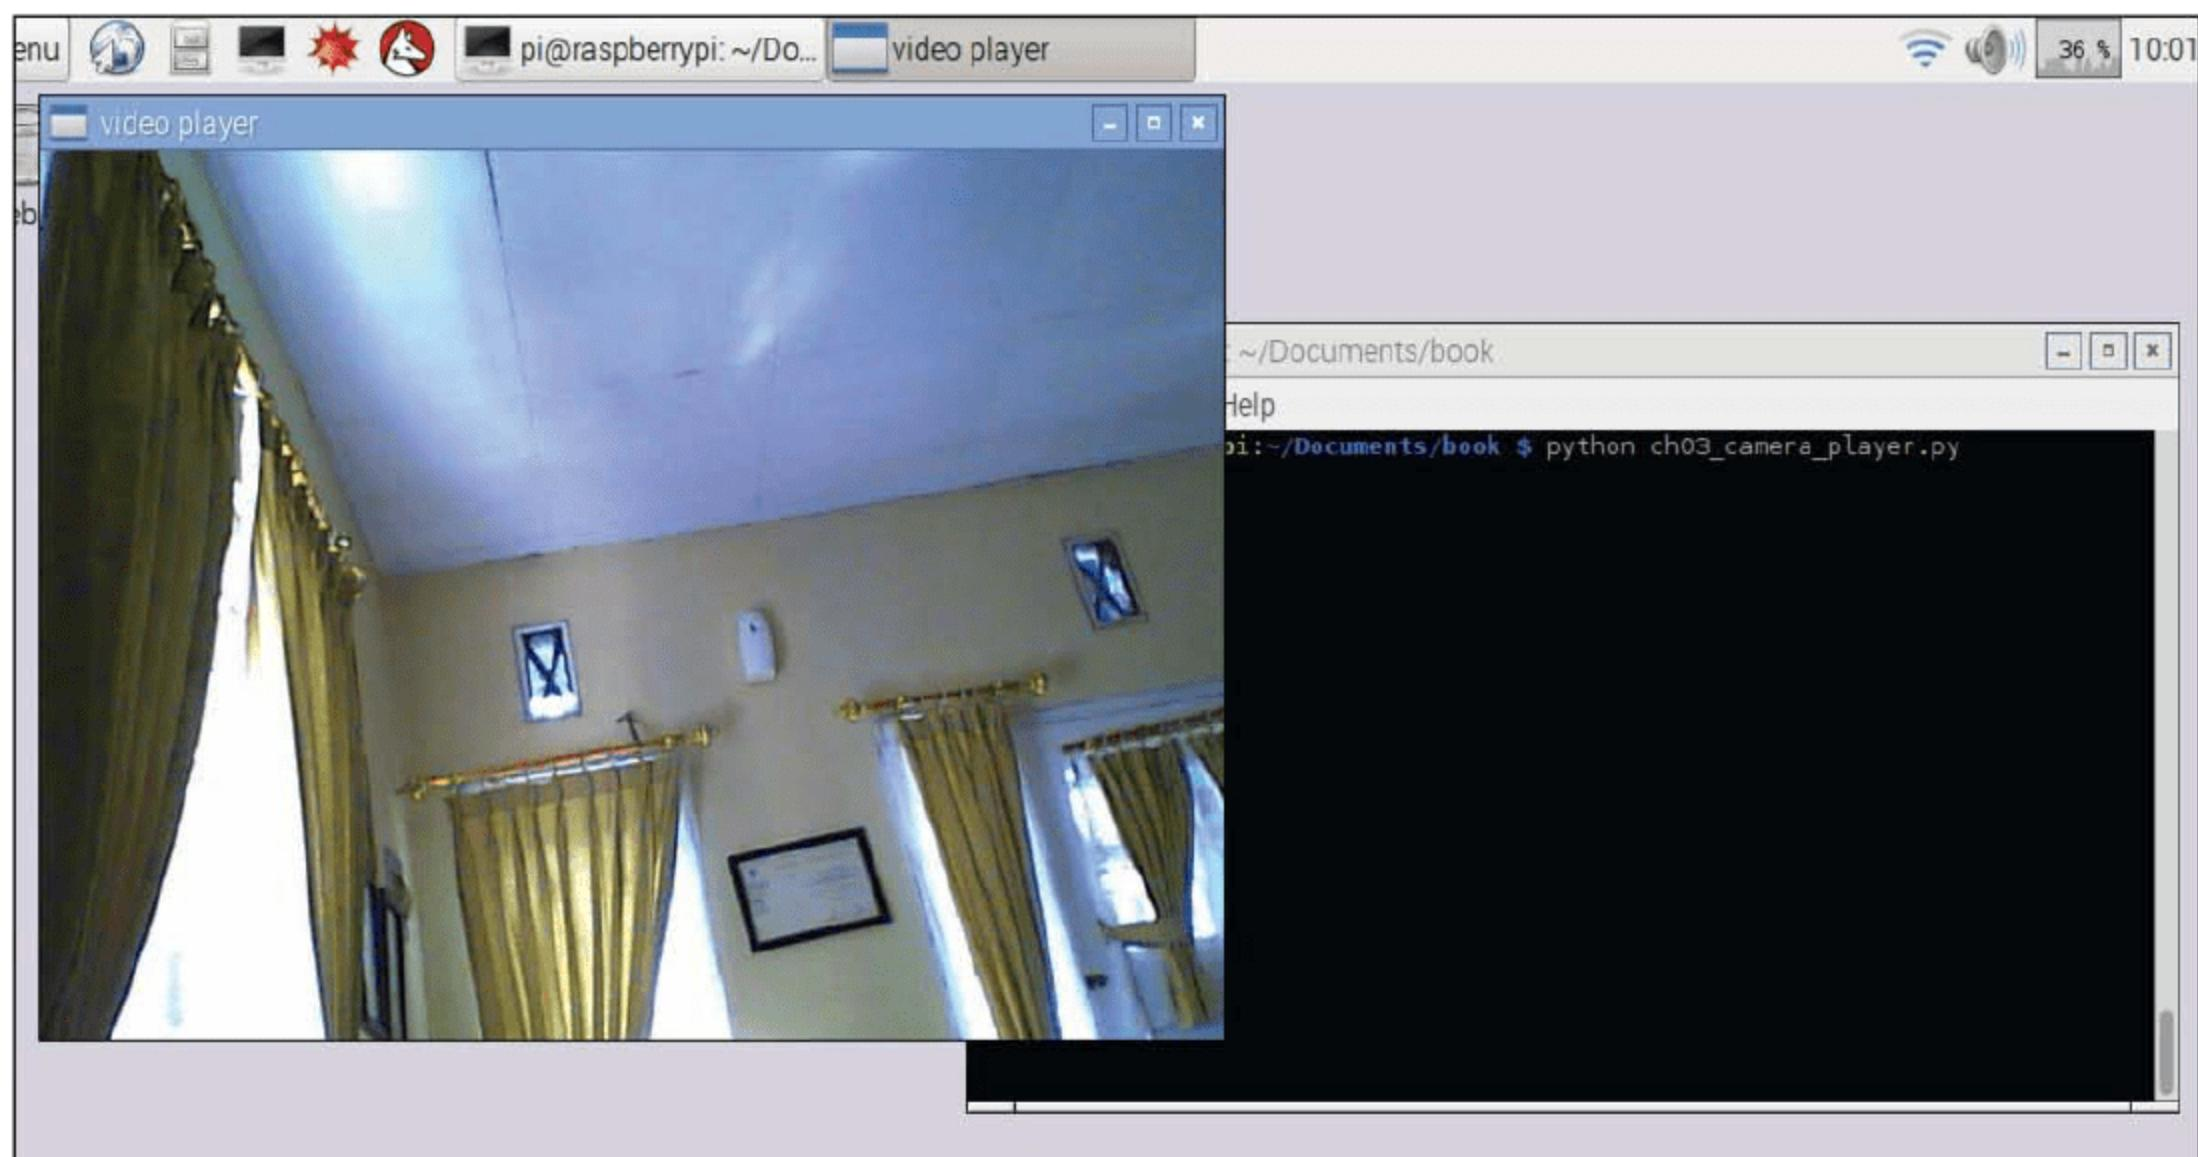

图 3-13
- (6) 成功后可以看到一个对话框展示来自摄像头的视频流。图 3-13 所示是一个示例输出。